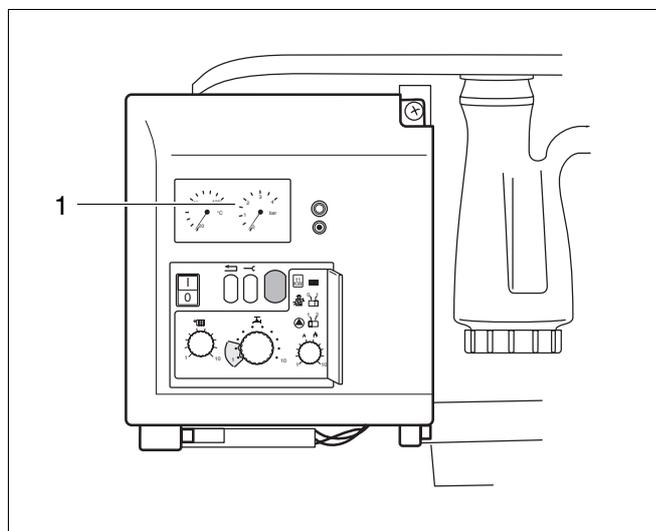
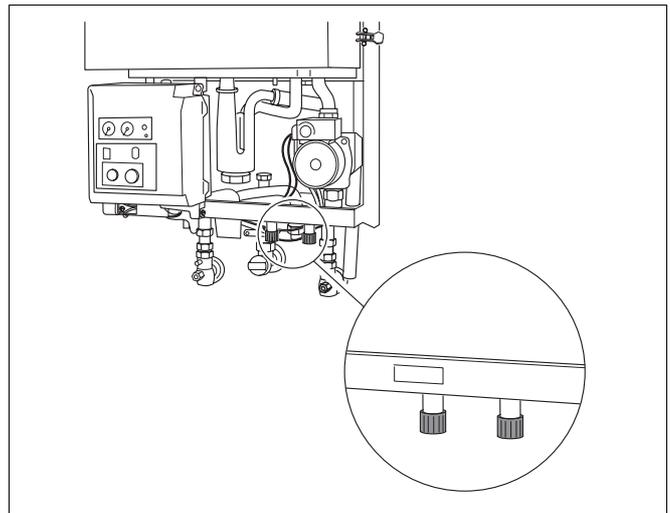

Fig. 12 Indicazione della pressione
Fig. 14 Rubinetti del disconnettore (disponibile solamente con apparecchi Combi Logamax plus GB122-24K)
- Aprire il rubinetto dell'acqua e riempire l'impianto fino ad ottenere una pressione da 1,0 a 1,2 bar (fig. 12, pos. 1). La pressione ottimale di riempimento è 1,0 bar.
- Aprire entrambi i rubinetti del disconnettore (fig. 14) e riempire l'impianto fino ad ottenere una pressione da 1,0 a 1,2 bar (fig. 12, pos. 1). La pressione ottimale di riempimento è 1,0 bar.